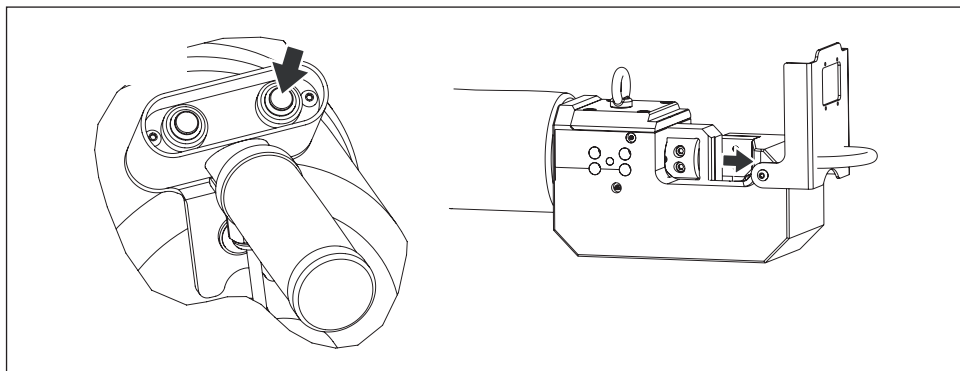

Figura 11, operação - avanço/corte
- Pressione e segure o botão de **avanço** para avançar o pistão e deslizar a lâmina móvel para frente. Veja a Figura 11.